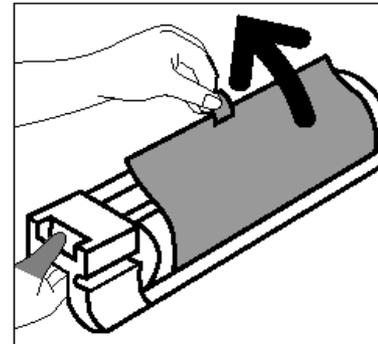

Fig. 31: Estrazione del foglio di istruzioni protettivo dalla cartuccia
- 6 Tirando la linguetta posta sul foglio di istruzioni protettivo, estrarre lentamente e in senso antiorario il foglio dalla cartuccia di copiatura/stampa, come illustrato in Fig. 31.